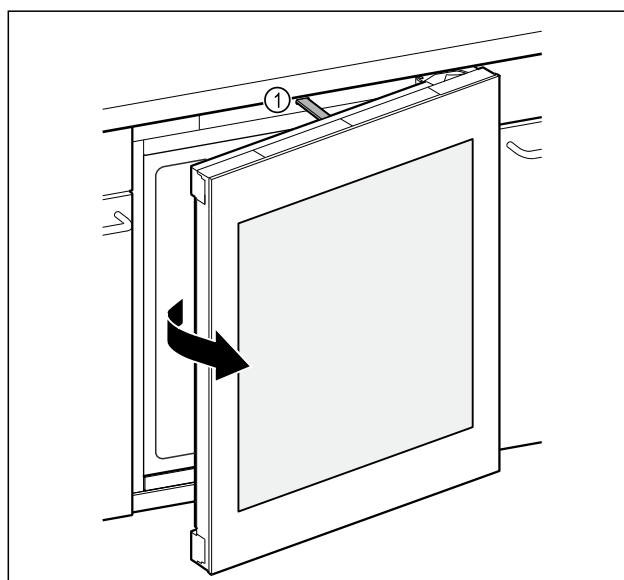

Fig. 92
- Schubstange Fig. 92 (1) öffnet Tür ungefähr 7 cm.